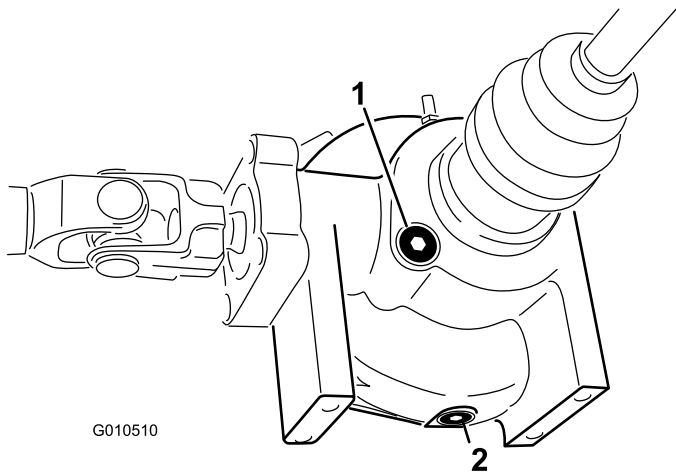

Bild 53
2. Reinigen Sie den Bereich um die Ablassschraube an der Seite des Differenzials (Bild 53).